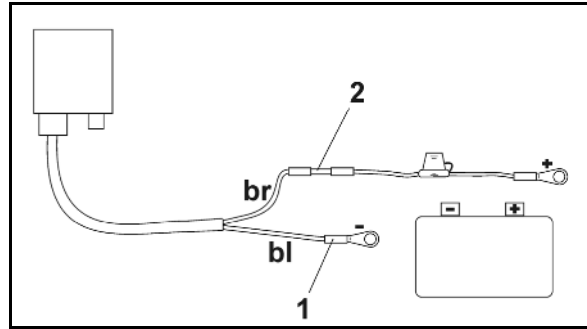

Fig. 17
5. Blaue Kabelader (Masse) in Ringzunge einführen (Fig. 17/1).
7. Braune Kabelader (+ 12 Volt) in freies Ende vom Stoßverbinder (Fig. 17/2) einführen.
9. Stoßverbinder (Fig. 17/2) mit Wärmequelle (Feuerzeug oder Heißluftfön) einschrumpfen bis der Kleber austritt.